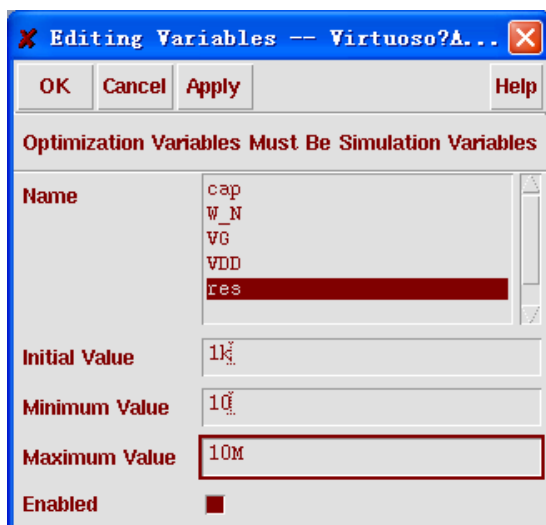

图 11.22 完成电阻初始值的赋值后的窗口
- 完成所有设置的“Editing Variables”窗口，如图 11.22 所示。